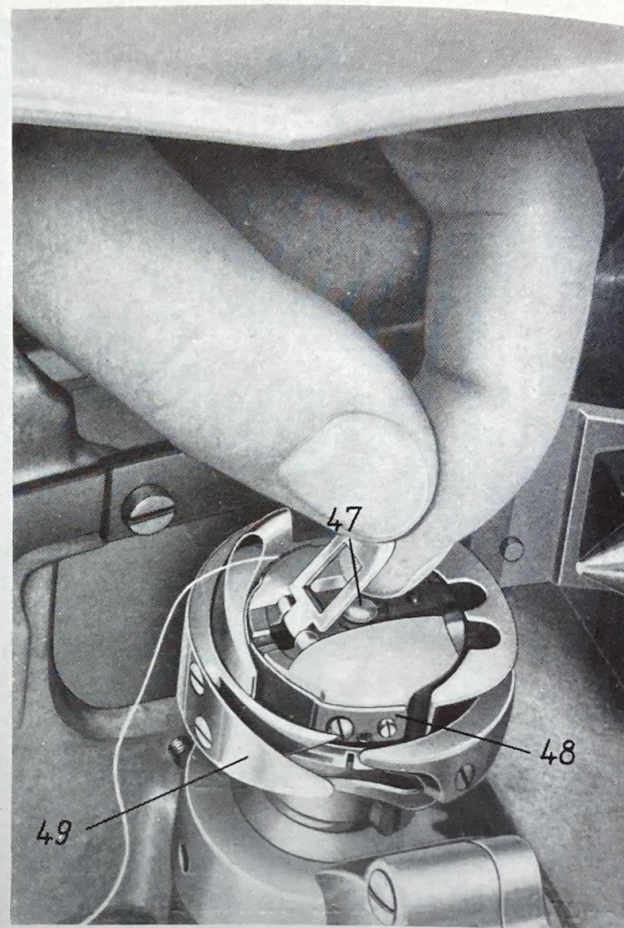

Abb. 4
6. Herausnehmen der Spulenkapsel (Abb. 4)
Man dreht das Handrad, bis der Fadenhebel den höchsten Punkt erreicht hat. Dann ziehen Sie den Deckschieber 15 auf und greifen mit der linken Hand so in die Aussparung, daß Sie mit Zeigefinger und Daumen die Klappe 47 der Spulenkapsel 48 öffnen und die Spulenkapsel herausziehen können (Abb. 4).